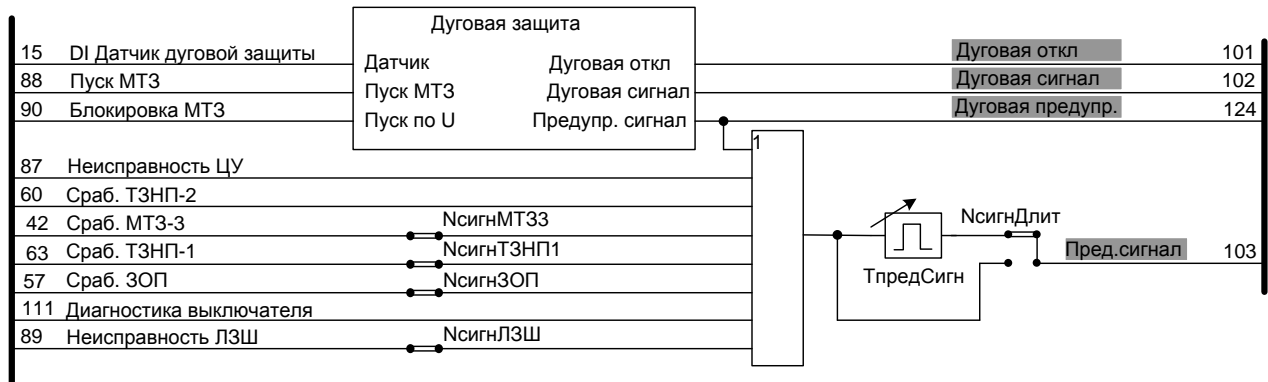

Рисунок 43 – Предупредительная сигнализация
2.22.2.1 Предупредительная сигнализации формируется при работе защит и автоматики, действие которых не приводит к отключению выключателя, но должно информировать об отклонениях в режиме работы защищаемого оборудования (рисунок 43). Как правило, сигналы предупредительной сигнализации собираются по шинке предупредительной сигнализации от присоединений для действия на устройство центральной сигнализации.